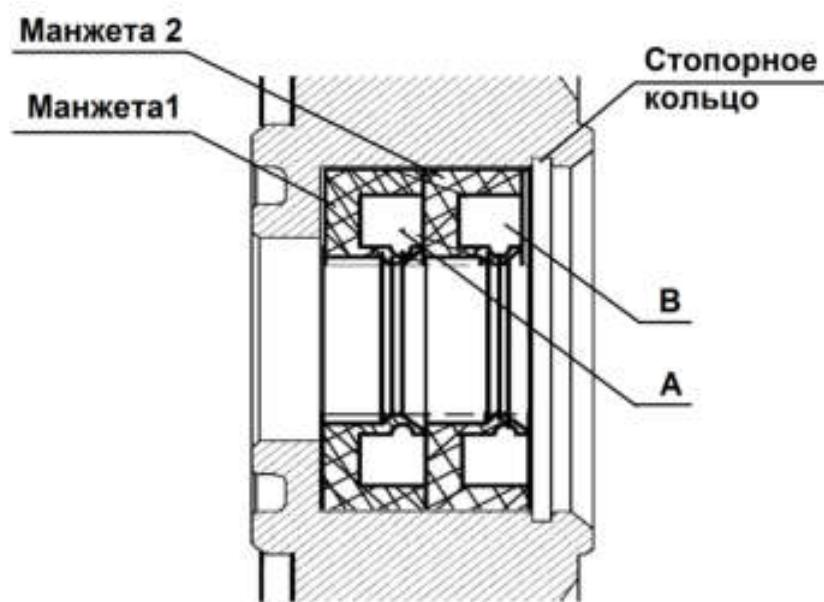

Рис. 9. Схема установки манжет.
- установку манжет производить согласно рис. 9 в следующем порядке: